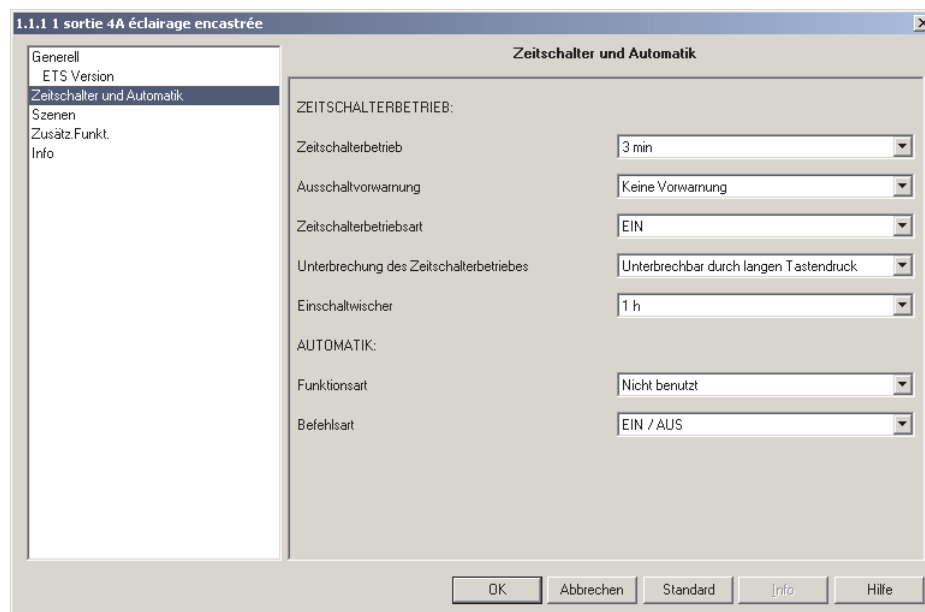

Bild 1
→ Parametereinstellungen: siehe "Bild 1".
- Parametereinstellungen: siehe "Bild 1"